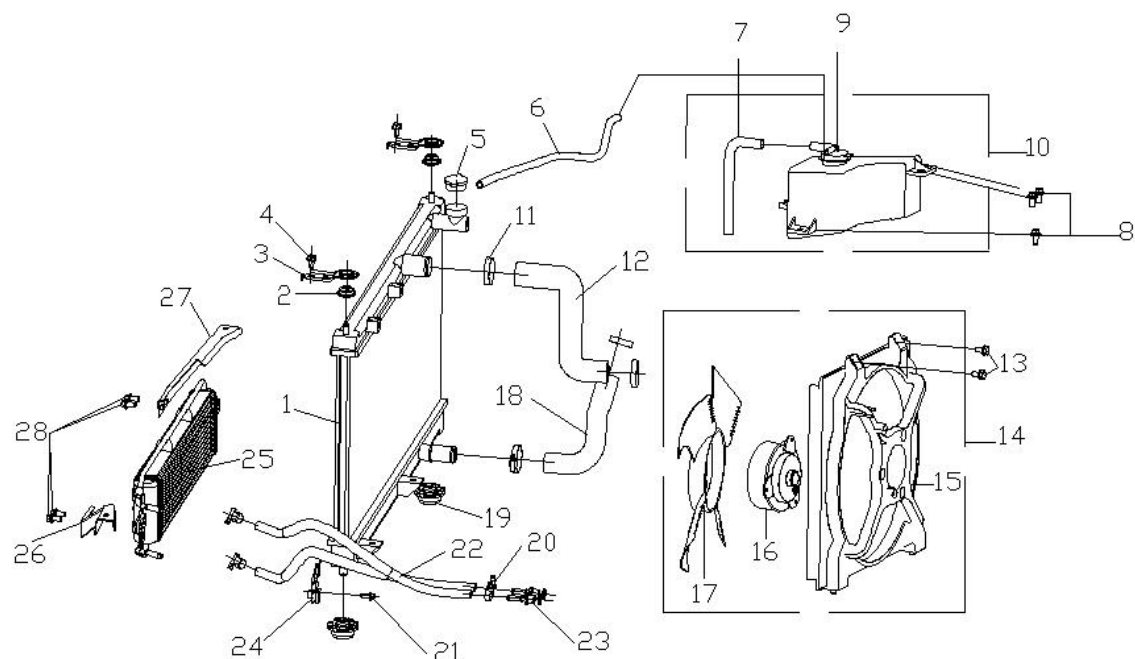

图 8-12
3) 拆卸步骤(见图 8-12)
电子扇总成的拆卸步骤参见图 8-12: